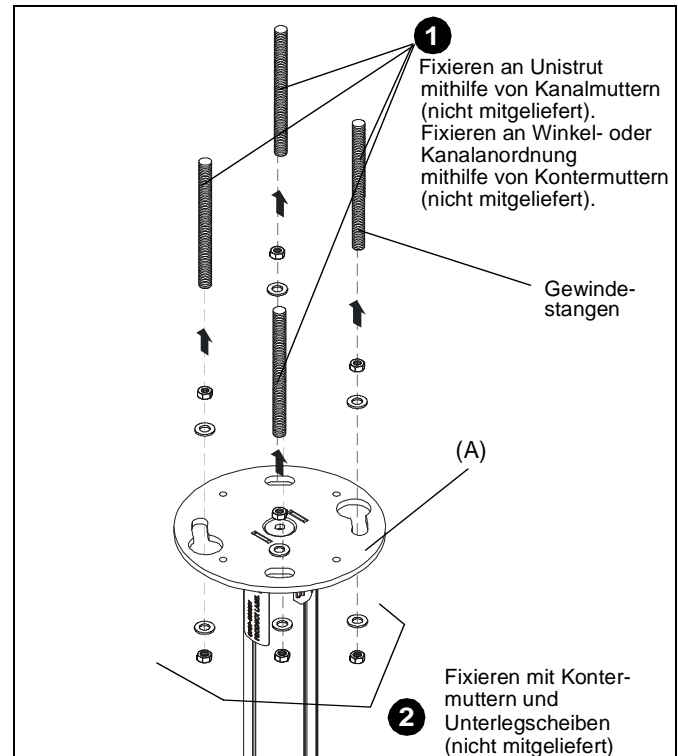

Abbildung 6
- Befestigen Sie die Gewindestäbe mit 9,5 mm (3/8")-Kontermuttern (nicht mitgeliefert) und Unterlegscheiben an der CPA-Halterung (jeweils eine innen und eine außen – nicht mitgeliefert). (Siehe Abb. 6)